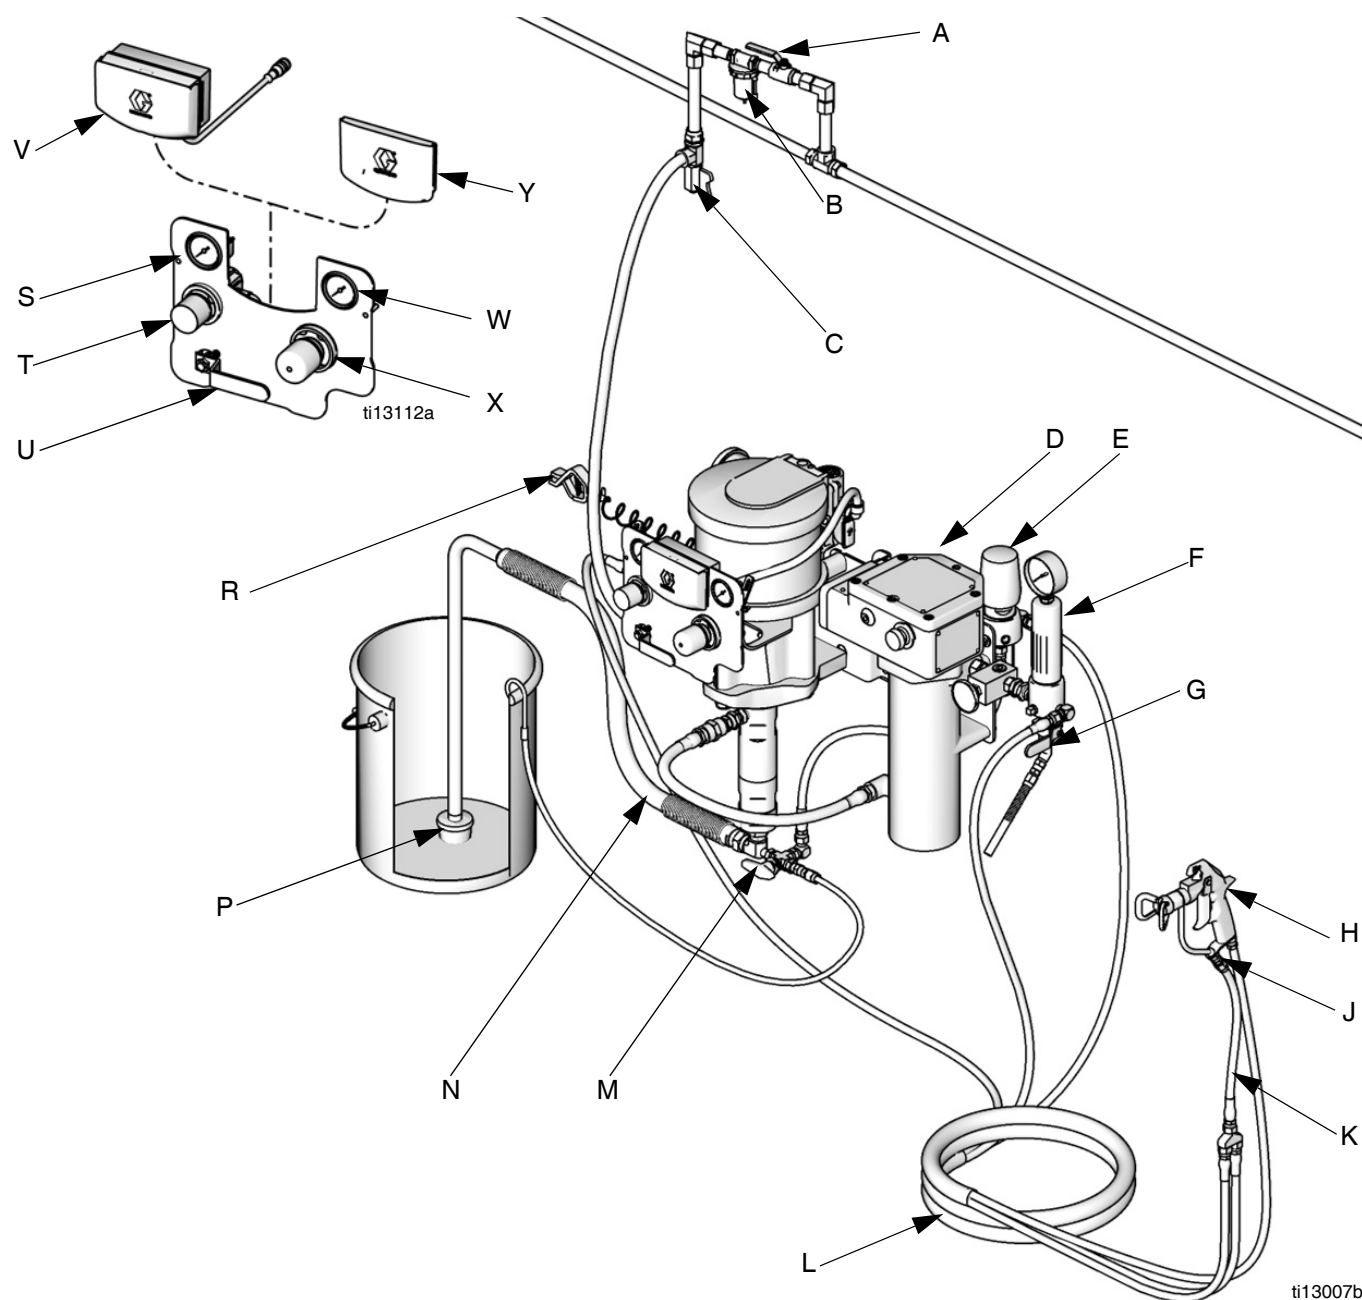

FIG. 1. Installation classique (votre groupe peut ne pas comprendre tous les éléments illustrés.)
FIG. 1 constitue simplement un guide pour le choix et l'installation des accessoires et des composants du système. Prenez contact avec votre distributeur Graco pour obtenir de l'aide afin de concevoir un système répondant à vos besoins spécifiques.
Consultez la section FIG. 1. **Les composants varient selon le groupe commandé.** Voir les tableaux aux pages 7 à 8. Votre groupe peut inclure :
Consultez FIG. 1, page 8.
2. Consultez la section FIG. 1. Ouvrez la vanne d'air principale de type purgeur (U).